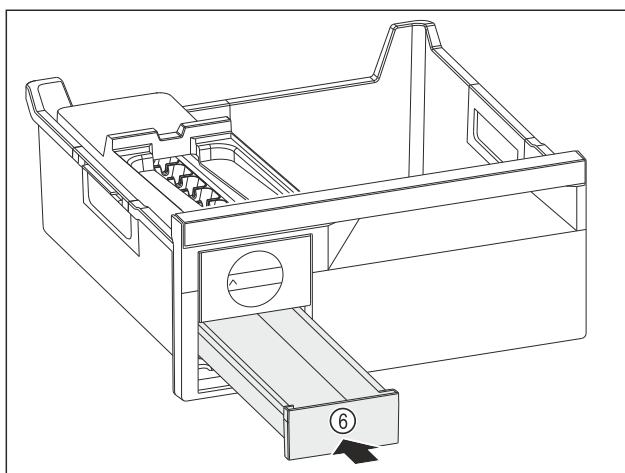

Fig. 115
- ▶ Zásuvku na kostky ledu Fig. 115 (6) zasuňte.